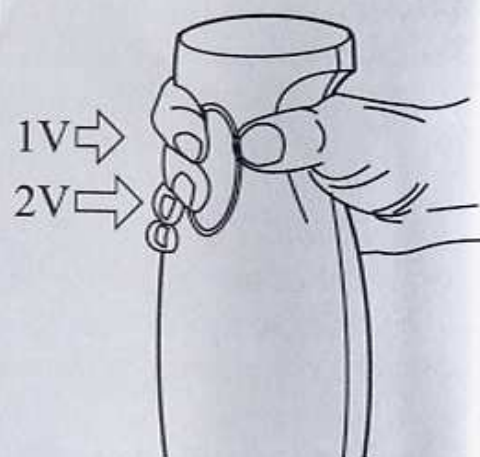

Fig. 6
-Travaillez l'aliment que vous désirez battre ou émulsionner en agissant sur le bouton (Fig. 6). Les modèles Dual permettent de sélectionner la vitesse du batteur en modifiant le parcours du bouton (A).
-En poussant le bouton (A) à la moitié de son parcours, vous obtenez une vitesse lente.
-En poussant le bouton (A) au bout de son parcours, vous obtenez la vitesse maxima.